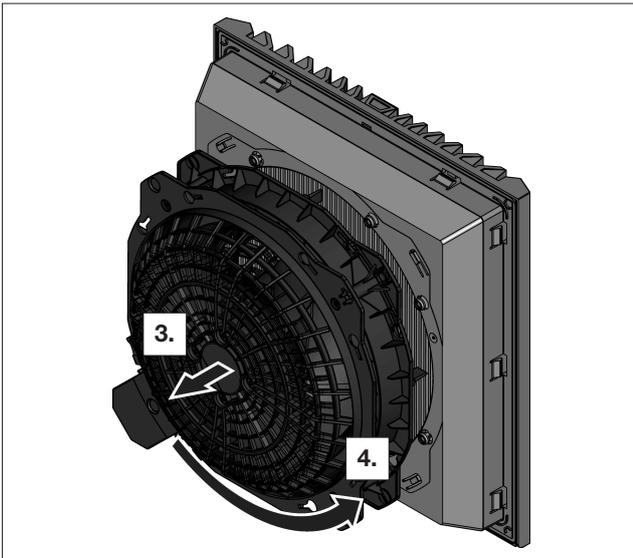

図16: ファンハウジングを回転
- 次に、電気配線の接続箇所が希望する位置になるように、ファンハウジングを 90°、180°または 270°回転させます(図16を参照)。